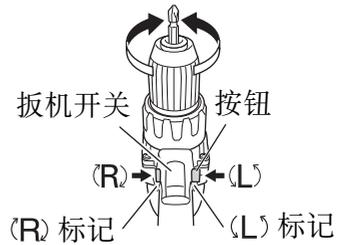

图 10
按选择按钮的 R (右) 侧, 钻头便会顺时针 (从后方看时) 旋转; 按选择按钮的 L (左侧) 则使钻头逆时针旋转。(请参照图 10)。 (按钮上有 (L) 和 (R) 标记。)